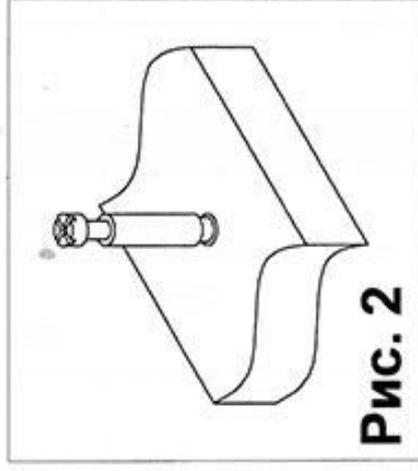

Рис. 2
2. Закрутить в пластиковые муфты столешницы 1 дюбеля стяжек-растекс (4) (см. рис.2). Соединить столешницу 1 с каркасом стола (детали 2, 3, 6). Фиксацию стяжек-растекс (3), (9) произвести путем поворота их по часовой стрелке.
3. Сборка ящиков. Присоединить к задней стенке ящика 8 две боковины 7 при помощи евроинтов. Забить в нижние торцевые отверстия боковин 7 шканты (1). Вставить стяжки-растекс (3) в отверстия диаметром 15 мм
рис.1) Далее закрутить дюбеля стяжек-растекс (4) в пластиковые муфты передних панелей ящиков 9, 10 и 11 (см. рис.2). Соединить передние панели ящиков 9, 10 и 11 с боковинами 7